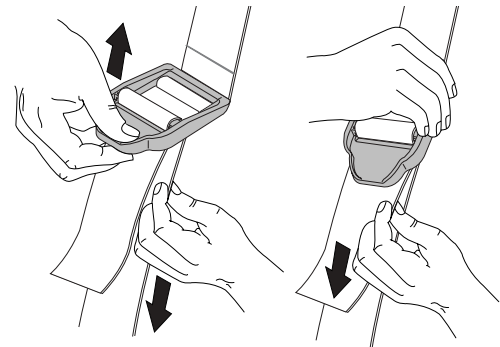

Fig. 9
- Per allungare l'imbracatura, tirare la cinghia verso il basso sollevando contemporaneamente l'estremità della fibbia (Fig. 9).
- Per accorciare l'imbracatura, tirare la cinghia attraverso la fibbia (Fig. 9).